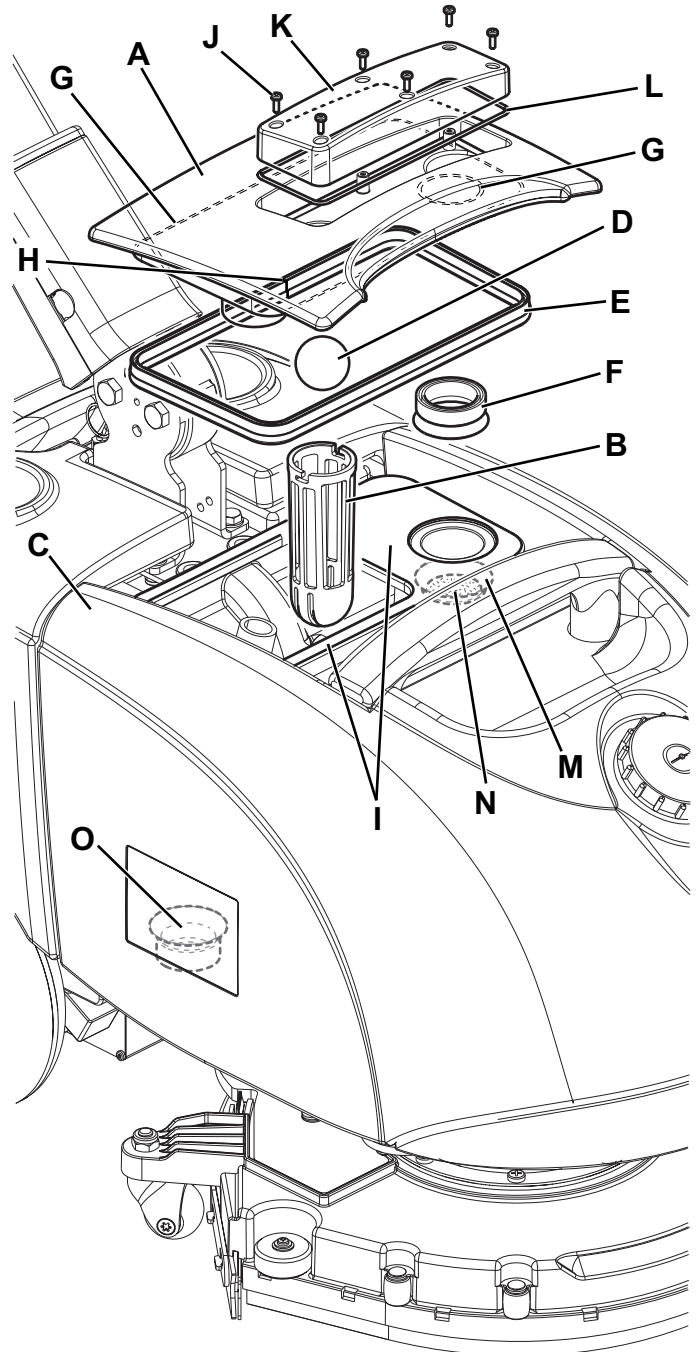

Abbildung 5
2. Wählschalter (32) auf 0 stellen und Batterie trennen (7).
3. Deckel (A, Abb. 5) anheben und Deckel sowie Ansauggitter (B) mit Frischwasser reinigen und spülen. Das Wasser aus den Tanks (C) entleeren und Tanks reinigen.
4. Sofern erforderlich, Gitter (B) durch Drehen aushaken und Schwimmer (D) entnehmen. Sorgfältig reinigen und wieder einbauen.
5. Unversehrtheit der Dichtung (E) und (F) kontrollieren.